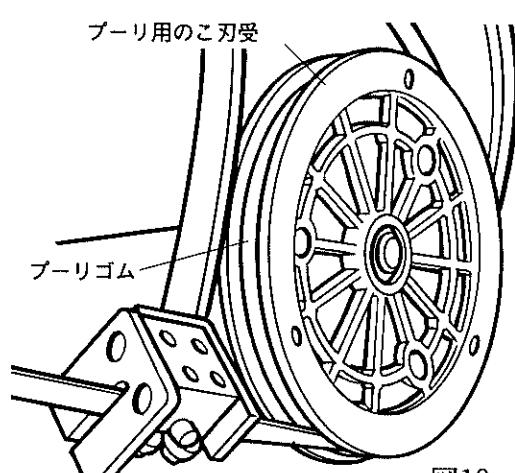

図10
- 次の要領で交換してください。フレームについていた状態でも交換できますが、ブーリを外すと簡単にできます。(図10)